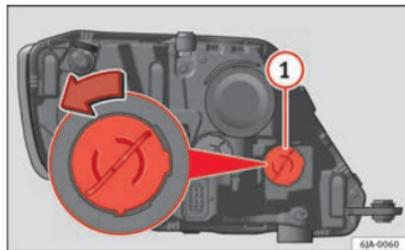

Fig. 157 Remplacement de l'ampoule de clignotant
- Tournez le support d'ampoule ⇒ fig. 157 ① dans le sens contraire des aiguilles d'une montre et retirez-le.